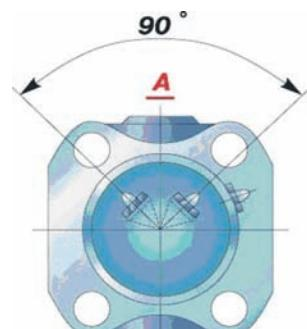

Рис. 4. Розташування прес- маслянок при складанні карданного валу (вид з боку моста)
4. Встановіть хрестовини і вилки шарнірів так, щоб прес- маслянки шліцового з'єднання і хрестовини, розташовані біля мосту, знаходилися в одній площині і на одній стороні вала, а маслянка хрестовини протилежного кінця вала - на 90° проти годинникової стрілки, якщо дивитися з боку моста (рис. 4).